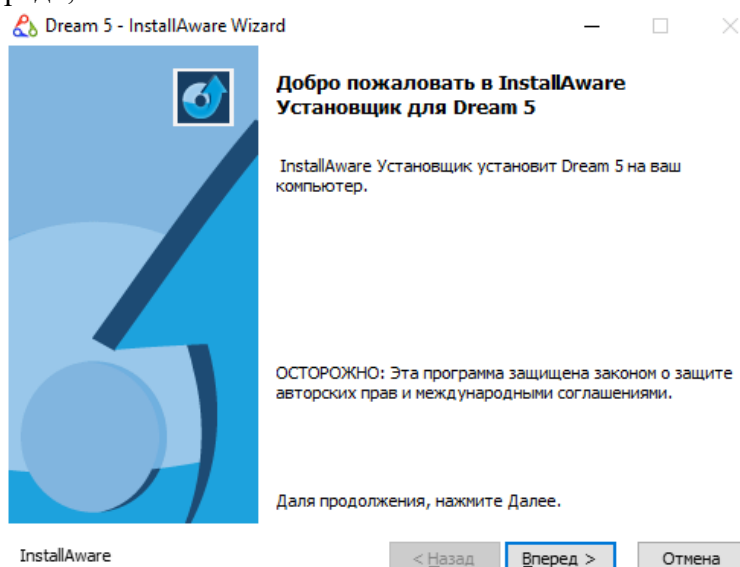

Рисунок 2.4.5
- в приветственном окне инсталлятора (см. Рисунок 2.4.5) нажать кнопку «Вперед»;